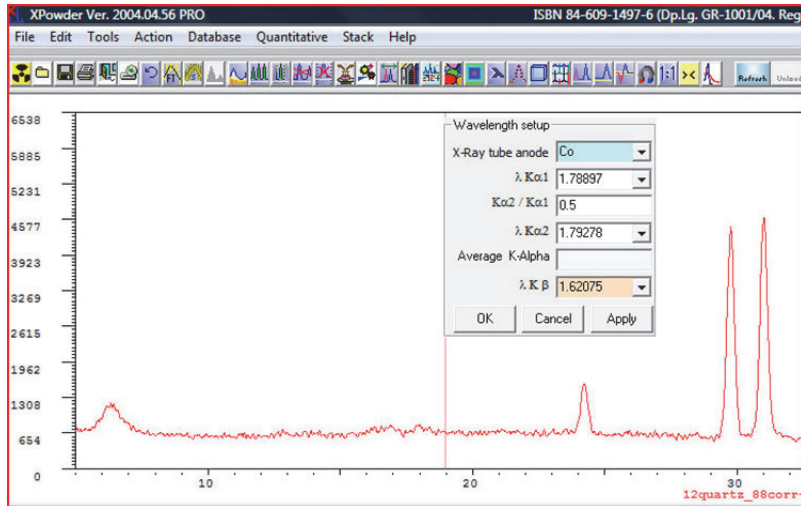

Abbildung C-4 Ergebnisfenster mit Dialogfeld Wavelength setup
4. Wählen Sie **Open** (Öffnen) zur Anzeige der XPowder Startseite und dem Dialogfeld **Wavelength setup** (Wellenlänge einstellen) [siehe Abbildung C-4 auf Seite 97].